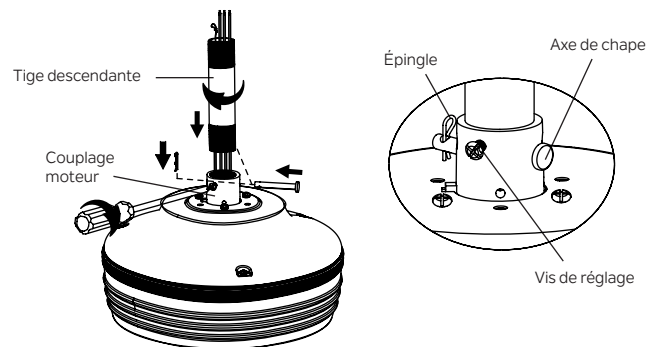

Fig. 8
**Étape 4.** Faites passer avec précaution les fils du ventilateur et le câble de sécurité à travers la tige descendante. Vissez la tige descendante sur l'accouplement du moteur jusqu'à ce que les trous des broches de la chape soient alignés. Ensuite, remplacez l'axe de chape et l'épingle, puis serrez les deux vis de réglage. (Fig. 8)